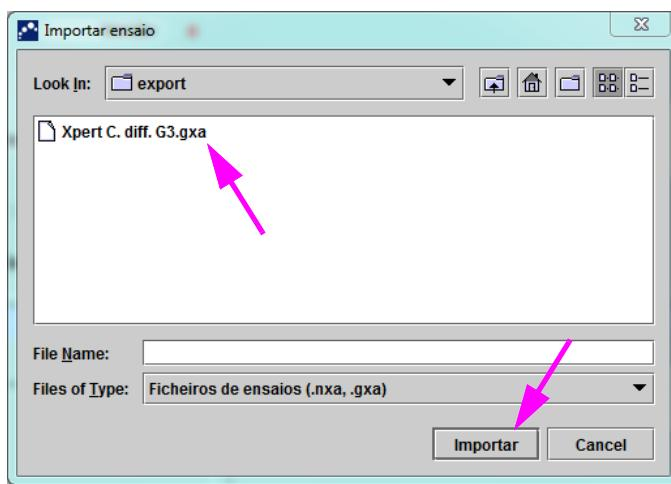

Figura 2-92. Caixa de diálogo Importar ensaio
2. Clique em **Importar**. É apresentada a caixa de diálogo Importar ensaio. Consulte a figura 2-92.
4. Navegue para a pasta Sistemas GeneXpert. Localize e selecione o ficheiro de definição do ensaio (.gxa/.nxa) e, em seguida, clique em **Importar**. O nome do novo ensaio e o número da versão aparecem na lista Ensaio (no lado esquerdo da janela) e os detalhes sobre o ensaio aparecem no lado direito da lista. Ver figura 2-92.